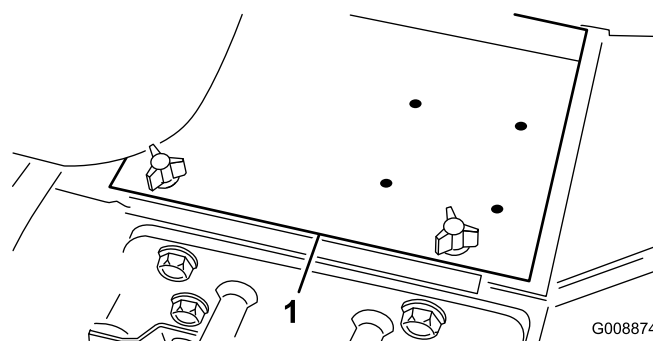

Figure 4
- Enlevez le couvercle de la batterie (Figure 4).